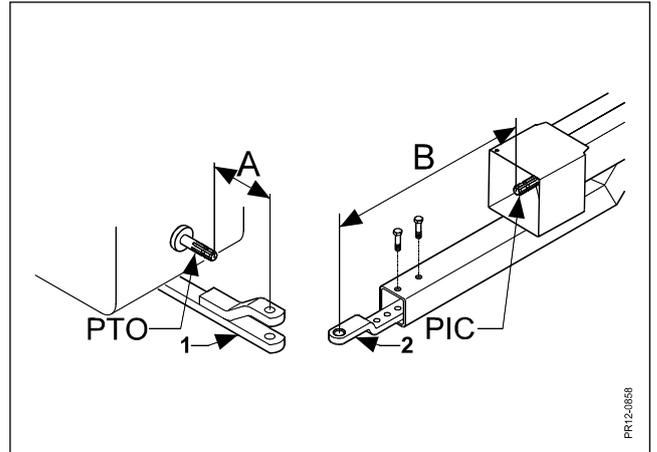

Fig. 2-8
- Fig. 2-8** Die Ackerschiene (1) des Schleppers so einstellen, daß der Abstand "A" möglichst kurz wird. Die Ackerschiene (2) des Schleppers so einstellen, daß der Abstand "B" möglichst groß wird. Die Ackerschiene der Maschine so einstellen, daß die Gelenkwelle so Nahe an Waagrecht wie möglich ist. (NB: Der Ackerschienebeschlag **muß** immer noch mit 2 Bolzen montiert werden.